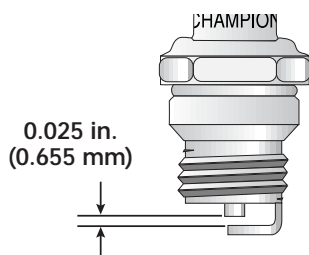

Fig. 24
3. Cambie las bujías que estén rajadas, sucias o deterioradas. Fije la separación de aire a 0,655 mm (0,025 pulgadas) utilizando un calibrador (Fig. 24).